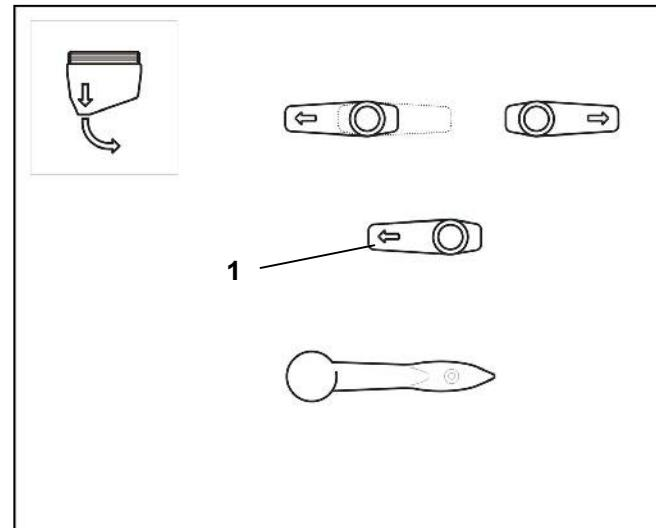

Рис. 7.8
- Многоходовые краны установите в положение в соответствии с рис. 7.8.